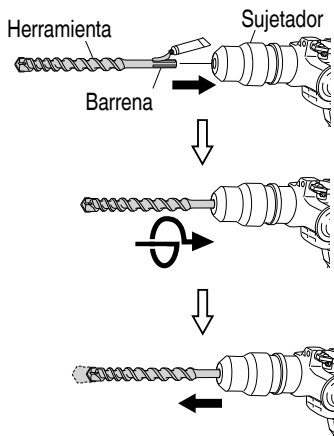

Fig. 10
- Para fijar la herramienta (espiga SDS max), insértela en el orificio hasta que entre en contacto con el extremo interior del mismo, como se muestra en la Fig. 10.